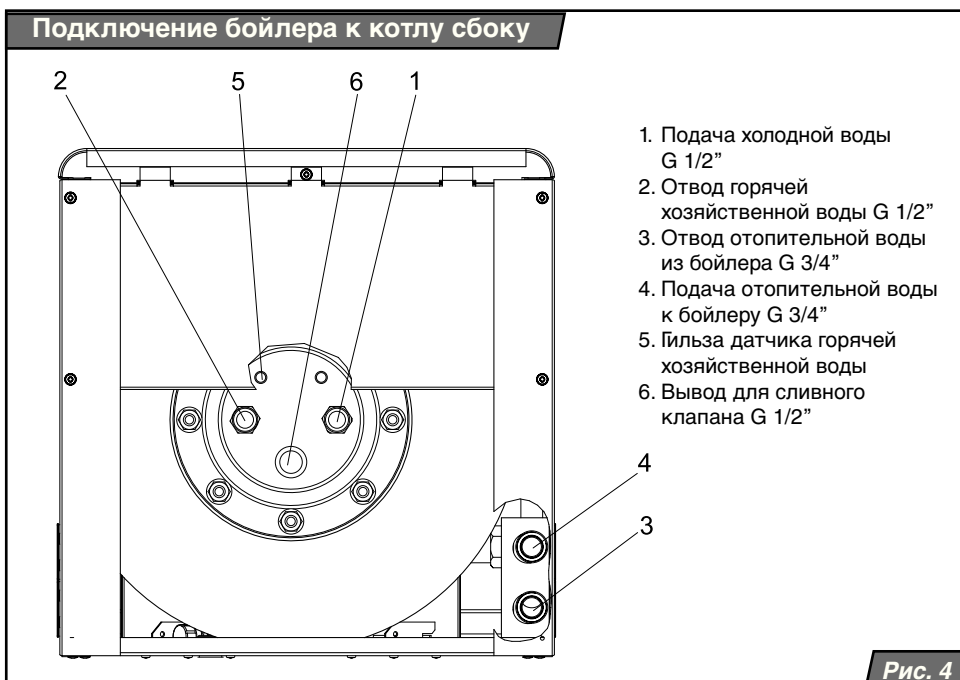

Рис. 4
В комплект оснащения бойлера входит сливной клапан, устанавливаемый на фланец выхода из накопительного бака (рис. 4 позиция 6). В верхней части накопительного бака, под передней панелью, находится отверстие, которое необходимо закрыть 1/2" пробкой, находящейся в том же комплекте.
8. К выводу из котла ОВ, предназначенной для нагрева накопительного бака (вторая концовка слева, если смотреть на котел прямо), наденьте бронированный шланг и подключите его к выходу для подачи ОВ в накопительный бак – см. рис. 4 (поз. 4).
9. Вывод ОВ из накопительного бака – см. рис. 4 (поз. 3) соедините с помощью второго бронированного шланга с концовкой ввода в котел ОВ для нагрева накопительного бака (четвертая слева, если смотреть на котел прямо).
10. На ввод холодной воды – см. рис. 4 (поз. 1) в накопительный бак установите предохранительный клапан с обратной заслонкой и запорный клапан. Соедините его с подачей холодной воды.
11. Соедините вывод горячей воды из накопительного бака – см. рис. 4 (поз. 2) с разводами ГВС.